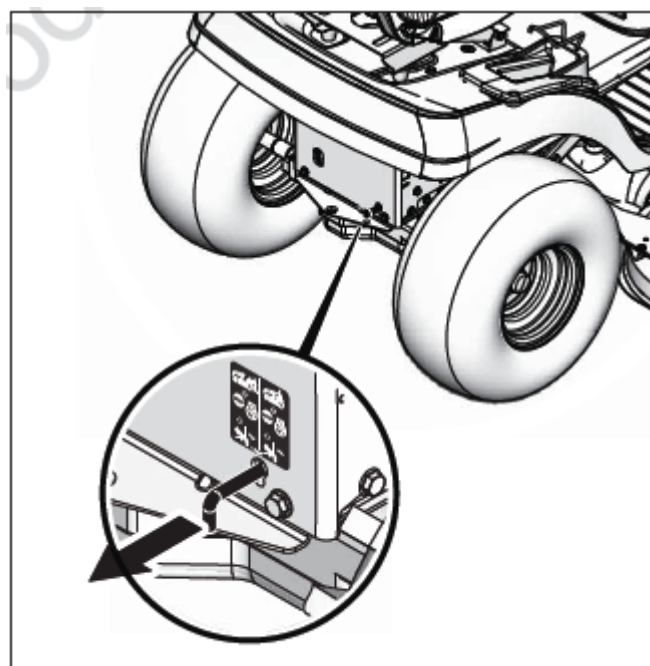

Рис. 8
2. Вытяните рычаг отключения трансмиссии приблизительно на 6 см (рис. 8).